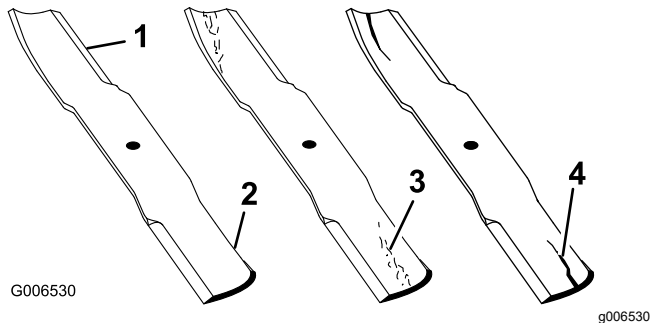

Bild 70
1. Untersuchen Sie die Schnittkanten (Bild 70).
4. Wenn Sie Risse, Verschleiß oder Rillenbildung in diesem Bereich feststellen, sollten Sie sofort ein neues Schnittmesser einbauen (**Bild 70**).